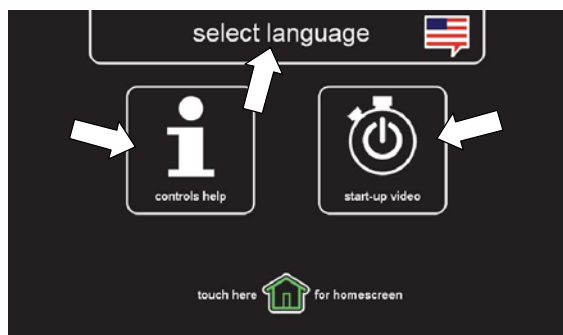

РИС. 48
2.  Если вы пользуетесь машиной впервые, нажмите на значок Помощь на главном экране оператора (Рисунок 45). Показанный ниже экран помощи позволяет выбрать язык, узнать о значках на панели управления и просмотреть видео о первом запуске, предназначенное для оператора (Рисунок 48).